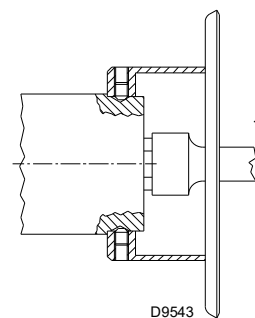

Fig. 19
- extrageți duza 1)(Fig. 19) folosind o cheie tubulară;
- instalați duza 1)(Fig. 19);